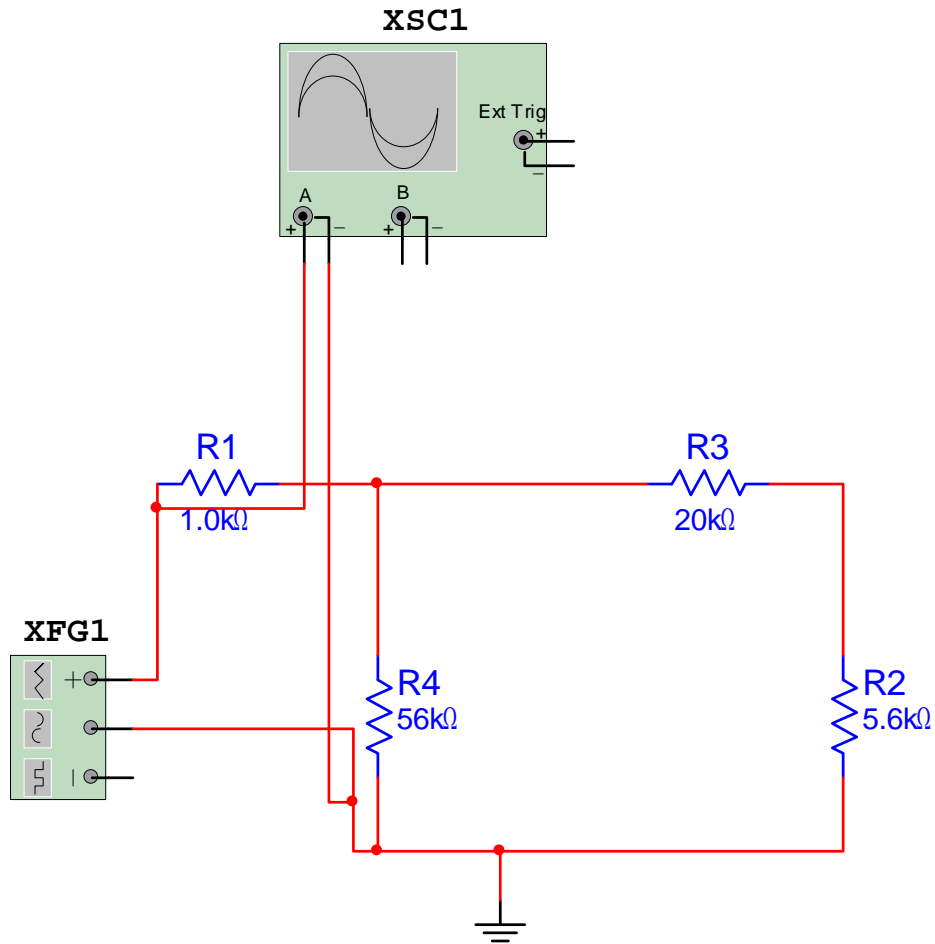

Fig. 2
2. Con el Osciloscopio verificar el generador, Fig. 2, y llenar la tabla 1